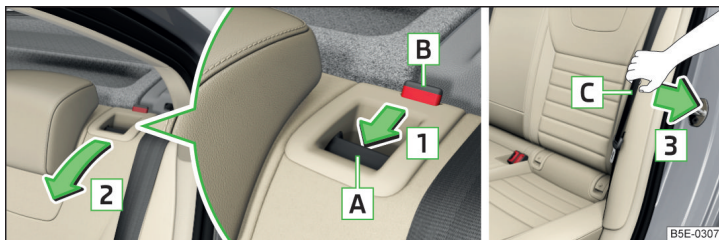

Fig. 76 Deblocarea și rabatarea înainte a spătarului / tragerea centurii în spre capitonajul lateral
- Apăsați mânerul de deblocare [A] - în sensul săgeții -1» fig. 76.
- Apăsați simultan mânerul de deblocare [A] de pe ambele părți ale spătarului scaunului, în sensul săgeții [1] » fig. 76.
- Trageți centura de siguranță spate exterioară [C] înspre capitonajul lateral, în sensul săgeții [3] » fig. 76.
- Trageți centurile de siguranță exterioare spate [C] înspre capitonajul lateral, în sensul săgeții [3] » fig. 76.